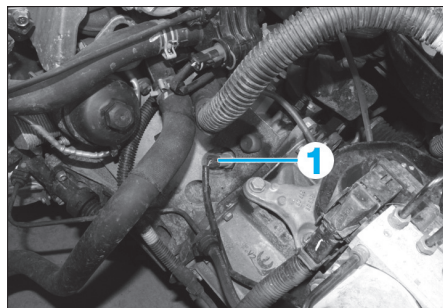

Fig. 2
- Débrancher le connecteur de marche arrière (1) (Fig.2).